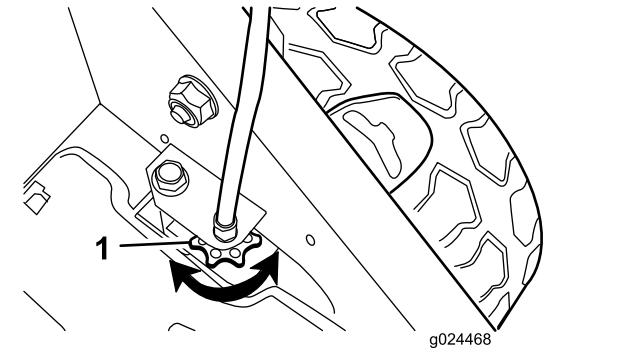

图25
- 如果自走驱动杆接合时车轮没有转动表明驱动皮带太松。将车轮驱动控制旋钮 图25 顺时针旋转 1 圈并重复步骤 4 至 6。
- 如果自走驱动杆完全接合之前车轮转动表明驱动皮带太紧。将车轮驱动控制旋钮 图25 逆时针旋转 1 圈并重复步骤 4 至 6。